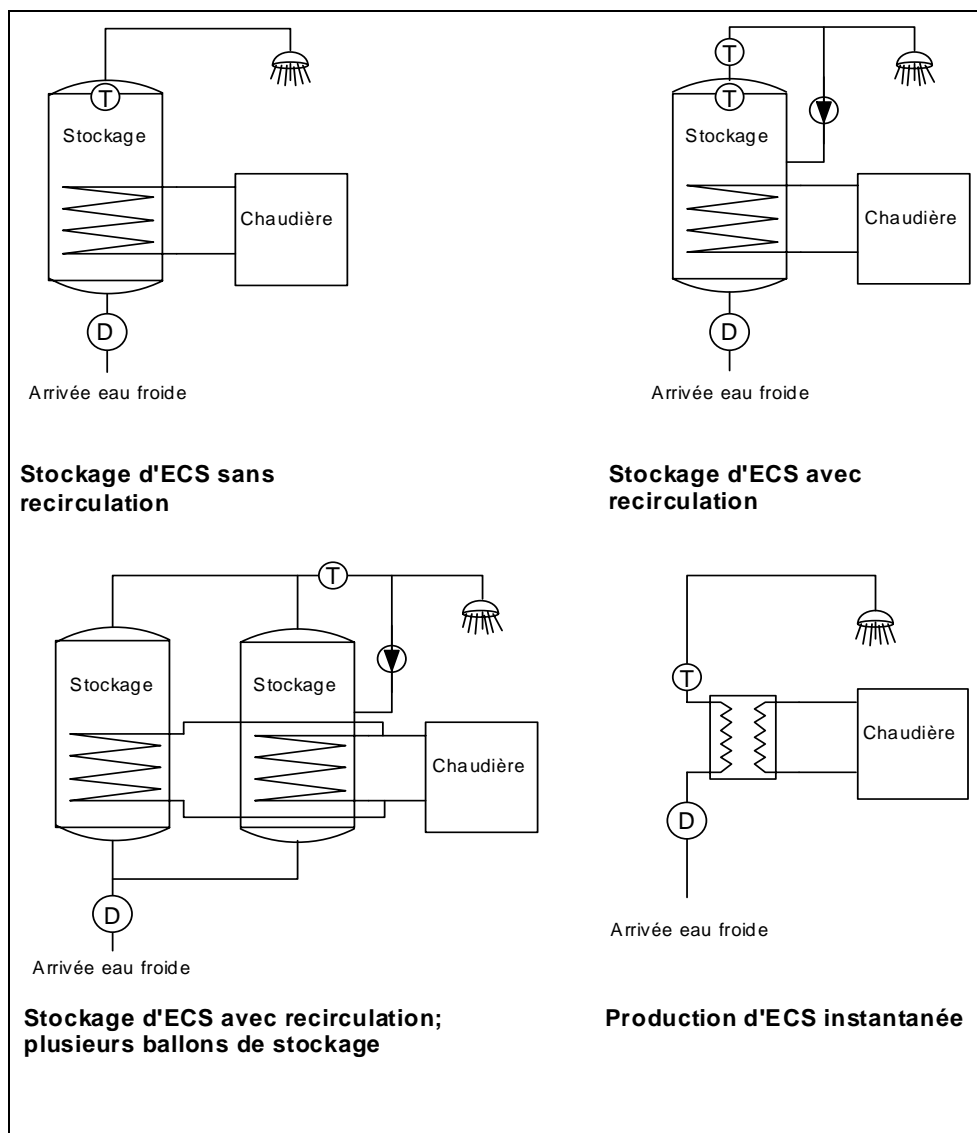

Figure 1 – Position du compteur (D) pour 4 configurations possibles du système de production d'eau chaude
La Figure 1 schématise les emplacements conseillés pour installer ce compteur (D). D'autres configurations sont possibles, mais les schémas représentent la configuration optimale dans la majorité des cas.
La Figure 1 indique l'emplacement idéal du thermomètre (T) dans les différentes configurations d'installation. Pour le système à stockage avec recirculation, le thermomètre peut être placé au départ de la sortie eau chaude en aval du ballon de stockage ou dans le stockage même.